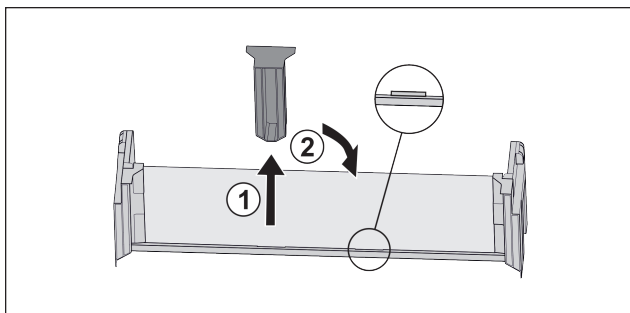

Fig. 124
- ▶ Wyciągnąć środkowy element trzymający Fig. 124 (1).
- ▶ Włożyć środkowy element trzymający na środkowej pozycji Fig. 124 (2).